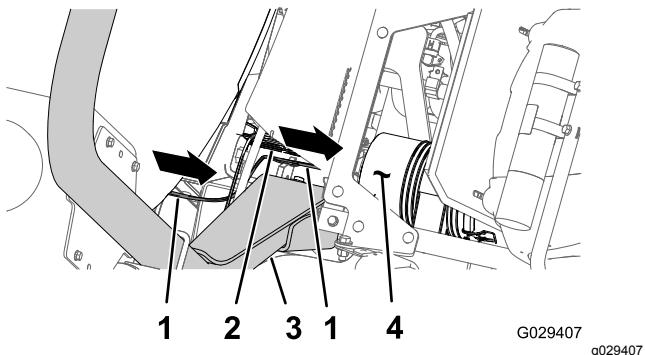
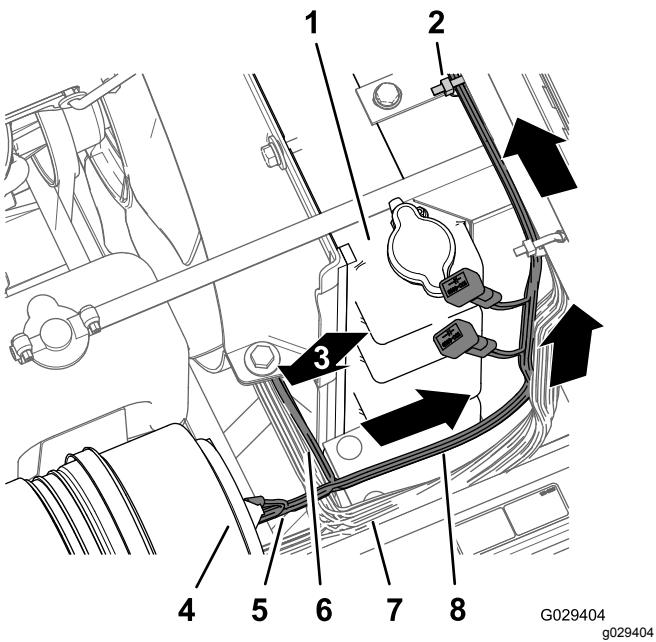

Bild 192
Bild 193
1. Verlegen Sie den Kabelbaum für das Finishingkit nach vorne zwischen dem Überrollbügel und der unteren Ecke des Sprühbehälters, entlang des Kabelbaums der Maschine und unter dem Luftfilter für den Motor (Bild 192 und Bild 193).
Kühlers, über die Oberseite des Kühlers und unter das Unterteil der mittleren Konsole (Bild 193).